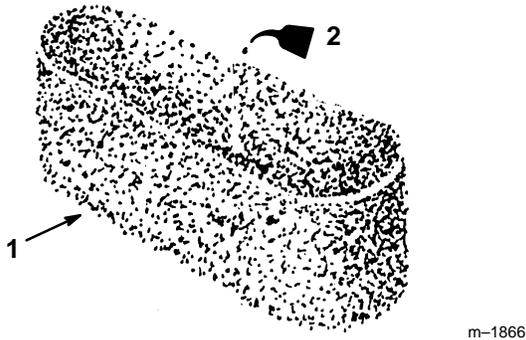

Figure 29
- C. Imbiber l'élément de 30 à 60 ml d'huile, soit une ou deux onces (Fig. 29). Presser l'élément pour bien répartir l'huile.